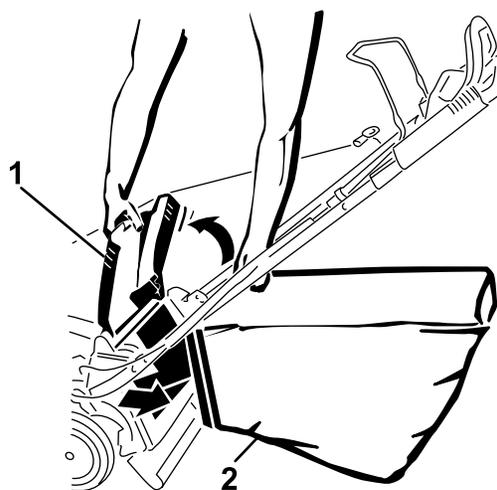

Рисунок 24
4. Прикрепите верхний передний край травосборника, вставив штифты травосборника в пазы кронштейнов рукоятки (Рисунок 24).